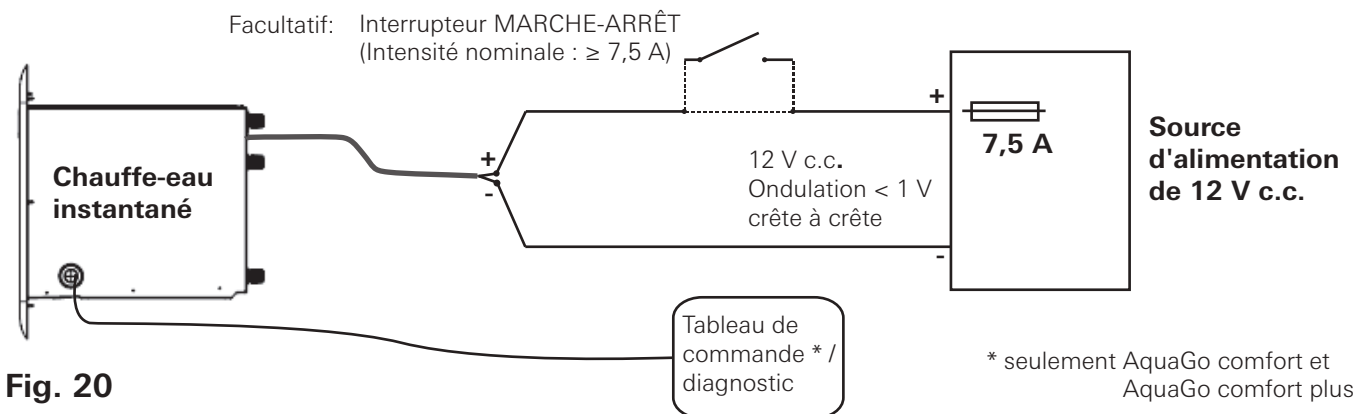

Fig. 20
- Branchez le tuyau d'eau froide (1) à la partie inférieure de l'appareil.
- Branchez le tuyau d'eau chaude (2) à la partie supérieure de l'appareil.
- **Modèle AquaGo confort plus seulement :** Branchez le tuyau pour la conduite de circulation (3).
- Branchez les câbles électriques, en respectant la polarité, à la source d'alimentation électrique de 12 V c. c. (reportez-vous à la section « Raccordement électrique pour tous les modèles » à la page 32). Installez un fusible de 7,5 A réservé exclusivement à l'appareil (voir la Fig. 20).